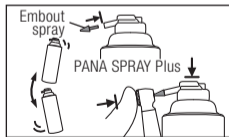

Fig. 29
- 2 Agitez le bidon 3 ou 4 fois, puis appuyez doucement sur le bouton-poussoir pour vaporiser directement dans le trou d'insertion de la fraise (Fig. 29).